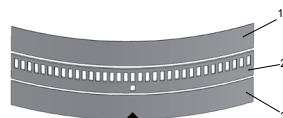

fig. 1
Der Messring besteht aus drei punktuell miteinander verbundenen Edelstahlbändern, einem Trägerring (1), einem Gitterring mit Teilung und Referenzmarke (2) und einem Abdeckring als Schutzband (3) (fig. 1).
*The measuring ring consists of three concentric rings of stainless steel, a carrier ring (1), a grating ring (2) and a cover ring for protection (3) (fig. 1).*